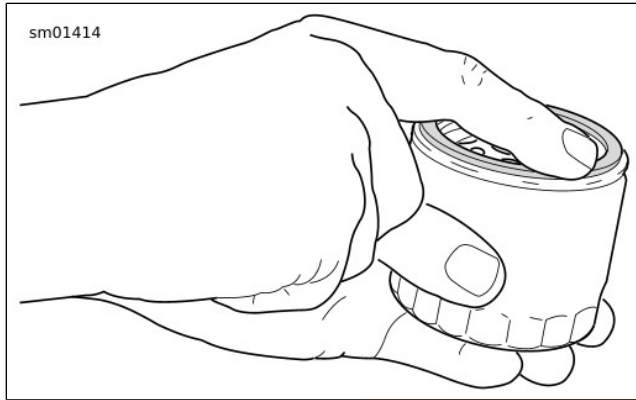

Abbildung 46. Schmieren der neuen ÖlfILTERdichtung
7. Siehe Abbildung 46. Den **neuen** Ölfilter einbauen.